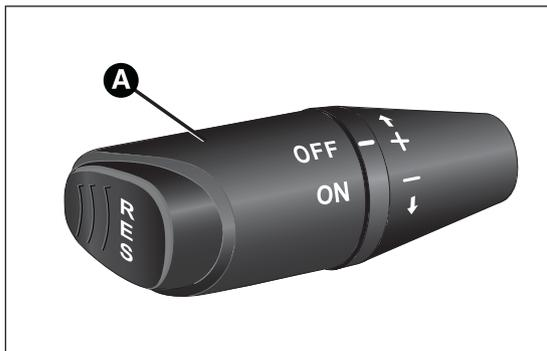

fig. 37
Ruotare la ghiera A fig. 37 su ON. L'inserimento è evidenziato dall'accensione della spia  e, su alcune versioni, dalla visualizzazione di un messaggio sul display.
- ruotare la ghiera A fig. 37 su ON e premendo il pedale dell'acceleratore portare la vettura alla velocità desiderata;